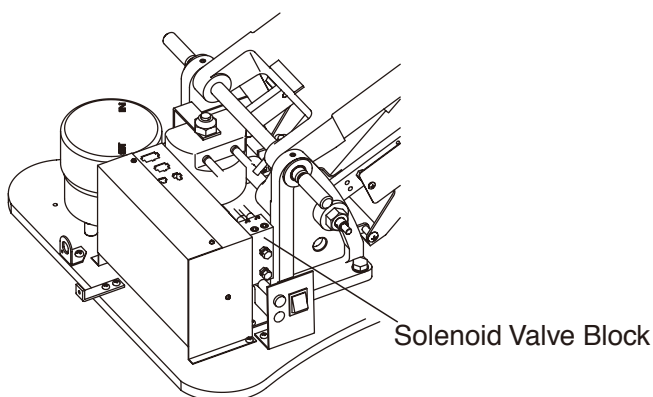

Figure 9a
- 17) Operating speed Controls (Figures 9a and 9b)